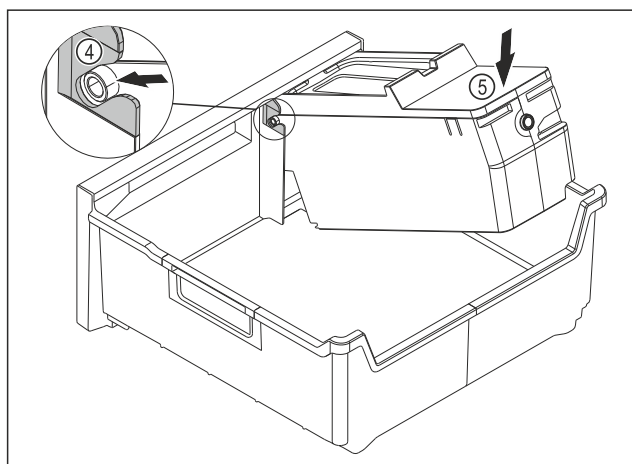

Fig. 108
- ▶ 安装 EasyTwist-Ice 机身：将 EasyTwist-Ice 机身的轴推入到导向装置 Fig. 108 (4)中。
- ▶ 朝下按压 EasyTwist-Ice 机身 Fig. 108 (5)后部。